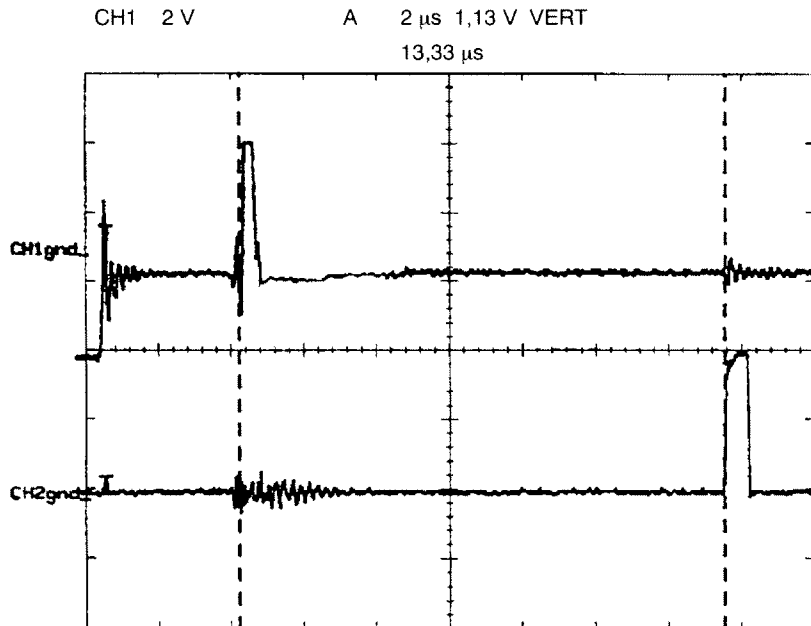

Bild 30.
- Kontrollera att nollekot ligger 13,33 μs före första avståndsmärket. Justera vid behov pot RV6405 i funktionsgeneratorn. Se bild 30.